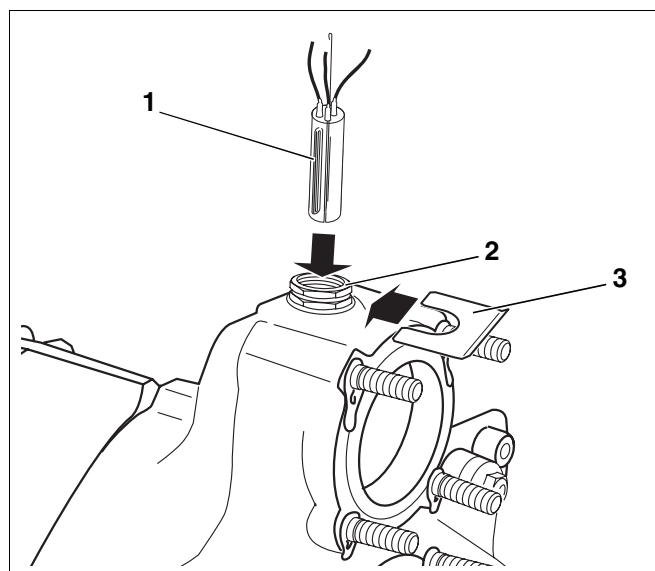

Fig. 45 Montasje – følersett
Følersettet som er koplet til kontrollpanelet (tre følere, en følerblinddel fig. 45, **pos. 1**) monteres i følerlomme R $\frac{3}{4}$ ".
- Før kapillarrørfølerne til kjelens målested og før her følerne inn i følerlommen (fig. 45, **pos. 2**) og sikre dem ved hjelp av følersikringen (fig. 45, **pos. 3**).